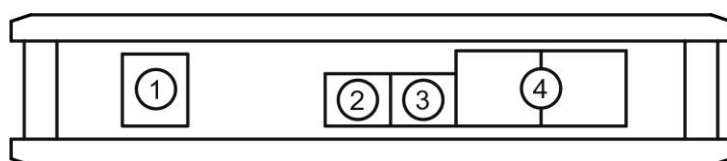

Рис. 2. Газосигнализатор СГХ (-Р). Разъемы для подключения:
1.5.1 Газосигнализатор состоит из электронной платы с газочувствительным сенсором. Электронная плата располагается в пластиковом корпусе прямоугольной формы с закруглёнными краями. Внешний вид газосигнализаторов отображены на рис. 1, а разъёмы подключения исполнительных устройств на рис. 2 и 3.